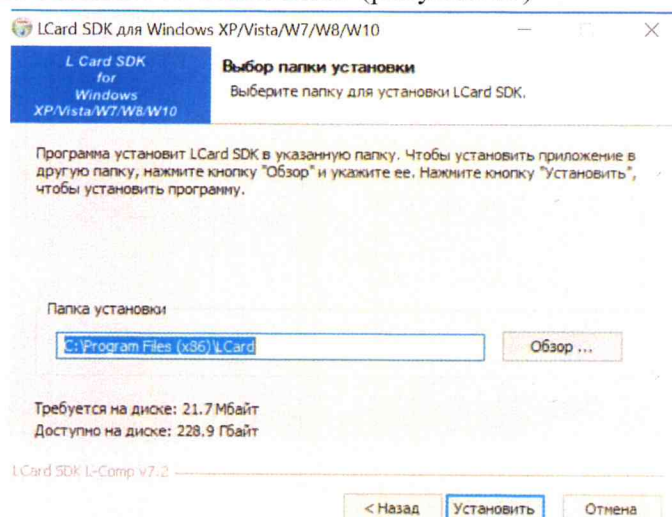

Рисунок 19
7) В появившемся окне нажмите «Установить» (рисунок 19)